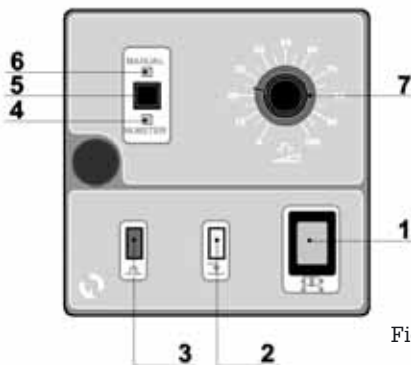

Fig. 17
8.1.4 - DLS-F PUMP CONTROL DESCRIPTION (Fig. 17)